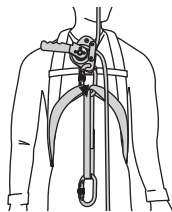

Рис. 2
C. Присоединить карабин спускательного механизма к передней точке ремней безопасности - рис. 2.